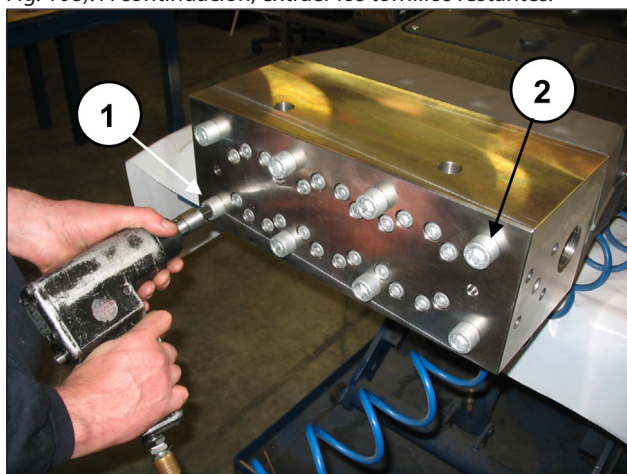
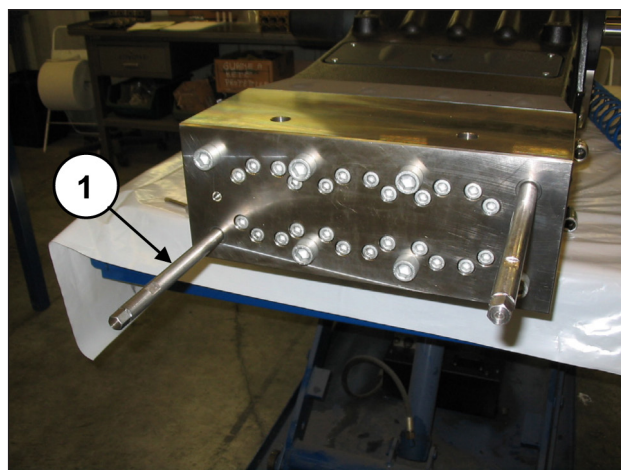

Fig. 107
Fig. 108
Aflojar los dos tornillos diametralmente opuestos de fijación de la cabeza M16x280 (pos. ① y ②, Fig. 107) sustituyéndolos con dos tornillos - clavija de servicio (cód. 27540200) (pos. ①, Fig. 108). A continuación, extraer los tornillos restantes.